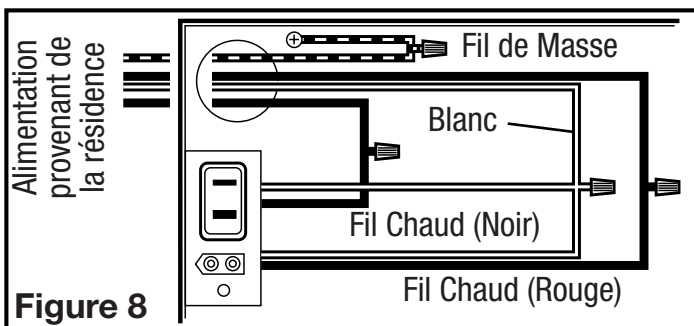

Figure 8
- 1a. Par là où vous avez accès à l'intérieur de la boîte de jonction du ventilateur, raccorder un fil blanc de la maison aux deux fils blancs du réceptacle de la lumière du ventilateur et le fil blanc du réceptacle du ventilateur d'évacuation. Raccorder le premier fil noir provenant du commutateur mural au fil rouge du réceptacle de la lumière. Raccorder le second fil noir provenant de la maison vers le réceptacle du ventilateur d'évacuation. Raccorder le fil de mise à la terre de la maison au fil vert de la vis de mise à la terre du ventilateur (**Figure 8**). Utiliser des méthodes de raccordement approuvées pour toutes les connexions.